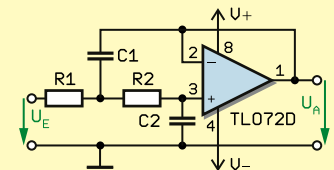
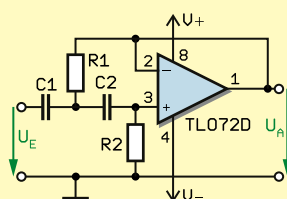

Bild 15: Aktives Tiefpassfilter 2. Ordnung
Bild 17: Aktives Hochpassfilter 2. Ordnung
berechnen. Soll die Filterflanke oberhalb der Grenzfrequenz steiler abfallen, kann ein Tiefpassfilter 2. Ordnung zum Einsatz kommen. Dessen Schaltung ist in Bild 15 dargestellt. Die Grenzfrequenz lässt sich ebenso einfach gemäß
Besser ist die in Bild 17 dargestellte, erweiterte Schaltung eines Hochpassfilters geeignet. Im Zusammenhang mit dem Tiefpassfilter 2. Ordnung, Bild 15, ist zu erkennen, dass lediglich die Positionen der Bauelemente R1, R2 mit denen von C1 und C2 getauscht sind. Auf diese Weise wurde aus einem Tief- ein Hochpassfilter. Die Berechnung der Grenzfrequenz erfolgt daher analog zum Tiefpassfilter gemäß Formel (2). Auch hier müssen die Kondensatoren C1 und C2 sowie Widerstände R1 und R2 gleiche Werte